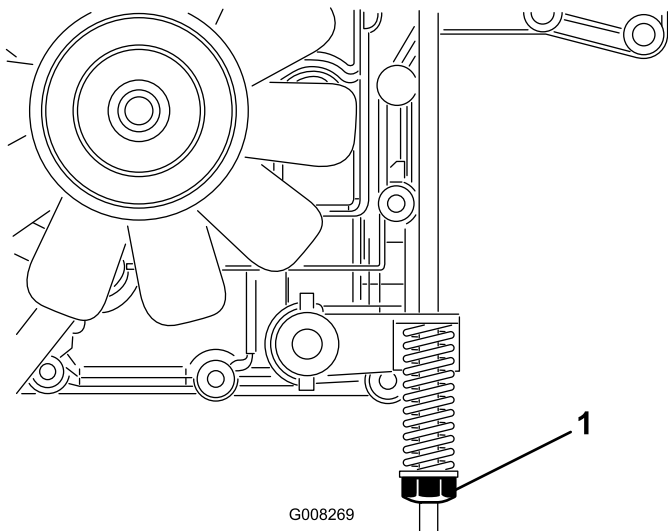

Figure 37
Le frein de stationnement se trouve du côté droit de l'essieu arrière, à l'intérieur du pneu arrière (Figure 37).
3. Tournez l'écrou de réglage dans le sens horaire jusqu'à ce qu'il soit impossible de pousser la machine (Figure 37).